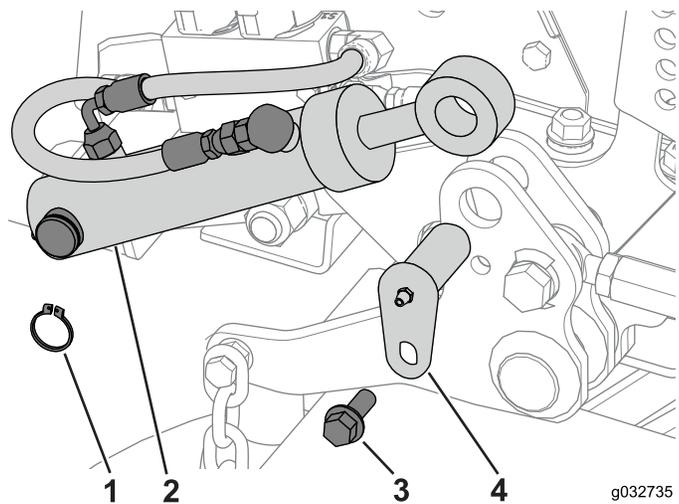

Figura 123
- Utilizzate l'anello di ritenuta, il perno girevole e il bullone per fissare il cilindro di sollevamento del piatto al montante girevole (Figura 123).